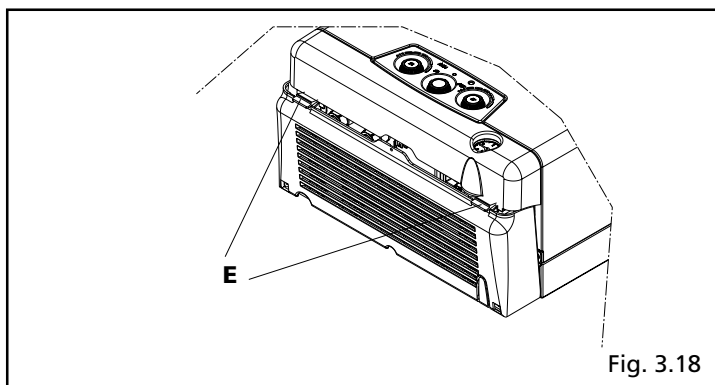

Fig. 3.18
- ruotare verso l'alto la copertura raccordi fino a che le due linguette (E) si posizionino a scatto nella copertura solidale al mantello (fig. 3.18).
- premere sulle due linguette (E) sganciandole (fig. 3.18)